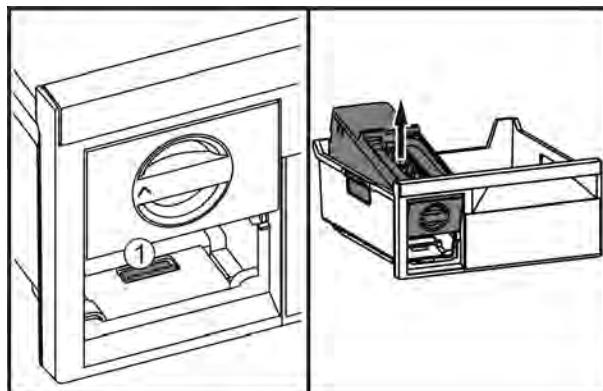

Fig. 67
- Нажать на накладку Fig. 67 (1), EasyTwist-Ice поднять сзади и вынуть из выдвижного ящика морозильника.